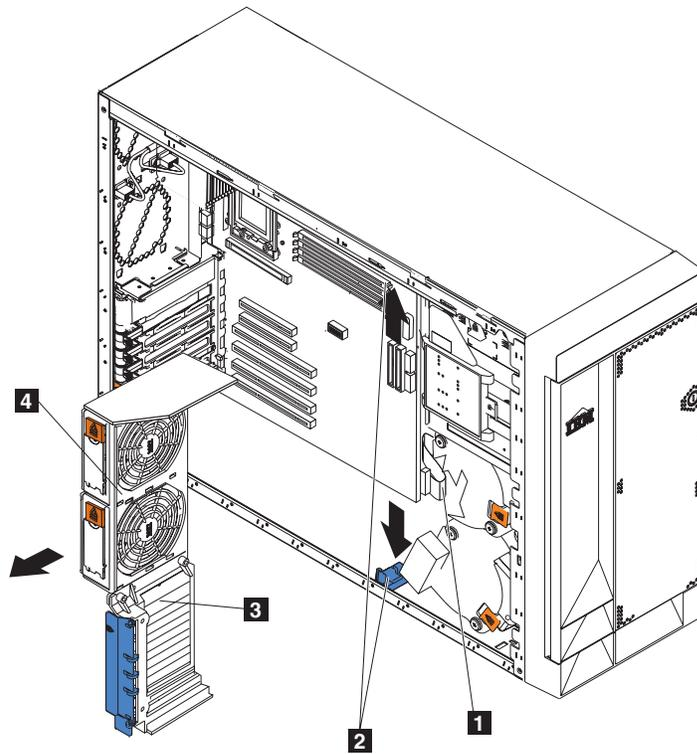
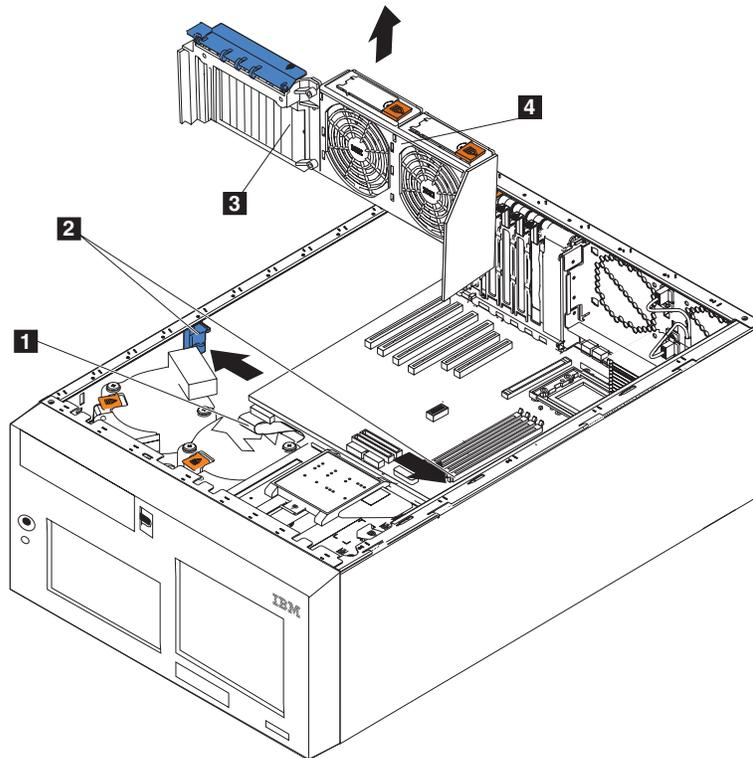

Figure 36. Retrait du support de cartes (Modèle 25T)
Figure 37. Retrait du support de cartes (Modèle 25T avec l'option de conversion pour montage en rack)
8. Retirez le support de cartes (voir la figure 36 à la page 48 ou la figure 37 à la page 49).